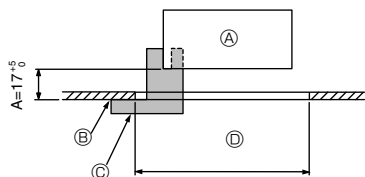

Fig. 9-2
①	Grill	1	950 × 950 (mm)
②	Skruv med bricka	4	M5 × 0,8 × 25
③	Mått	1	(Indelat i fyra delar)
④	Fäste	3
⑤	Skruvk	4	4 × 8
⑥	Skruvk	1	4 × 12
⑦	Trådlös fjärrkontroll	1	för PLP-6BALM, PLP-6BALME
⑧	Fjärrkontroll med kabel	1	för PLP-6BAMD, PLP-6BAMDE
⑨	i-see sensor hörnpanel	1	för PLP-6BAE, PLP-6BAMDE, PLP-6BALME
9.2. Förberedelser för fäste av grillen (Fig. 9-2)
• Använd måttet ③ som följer med satsen för att justera och kontrollera monteringen av enheten i förhållande till taket. Om enheten inte monterats riktigt i förhållande till taket kan drag eller fukt uppstå.
- Ⓒ Mått ③ (som sätts in i enheten)